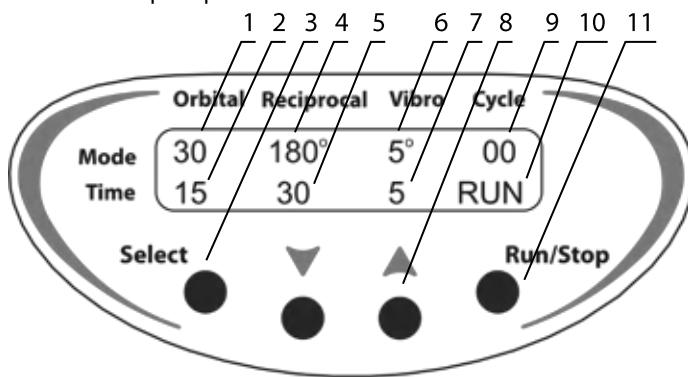

Рис. 3. Панель управления модели Multi Bio 3D
- 5.2.4. Нажмите кнопку **Run/Stop** (рис. 3/11) для начала заданной программы.
- 5.2.5. С началом движения платформы на дисплее будет показана индикация: состояние RUN (движение, рис. 3/10), отсчет числа циклов (рис. 3/9) и отсчет времени текущего цикла (рис. 3/2, 3/5 и 3/7).
- 6.2. Нажатием кнопки **Select** (рис. 3/3) выберите параметр, который необходимо изменить. Каждое нажатие кнопки **Select** последовательно активирует параметры режимов в цикле. Активный параметр обозначается мигающей индикацией.
- 6.3. Используйте кнопки **▼** и **▲** (рис. 3/8) для установки соответствующих значений. Если кнопка нажата более 2 с, значения меняются быстрее.
- 6.5. Установите скорость (рис. 3/1), угол поворота (рис. 3/4 и рис. 3/6) и время для каждого вида движения (рис. 3/2, рис. 3/5 и рис. 3/7), а также число повторений цикла (рис. 3/9).